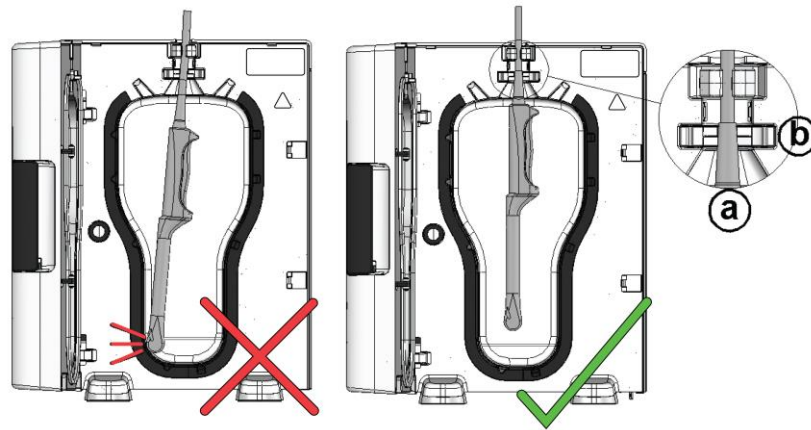

Figura 10
3. La sonda viene trattenuta nella camera per mezzo di due morsetti. Vedere Figura 10.
La sonda è dotata di una corta guaina sul retro dell'impugnatura che copre il cavo elettrico. Questo componente prende il nome di premistoppa. Vedere Figura 10(a).